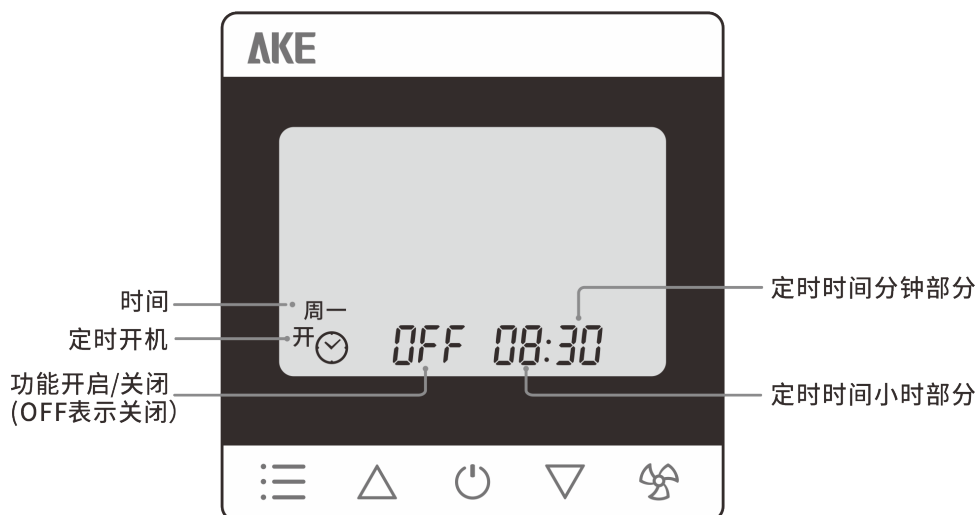
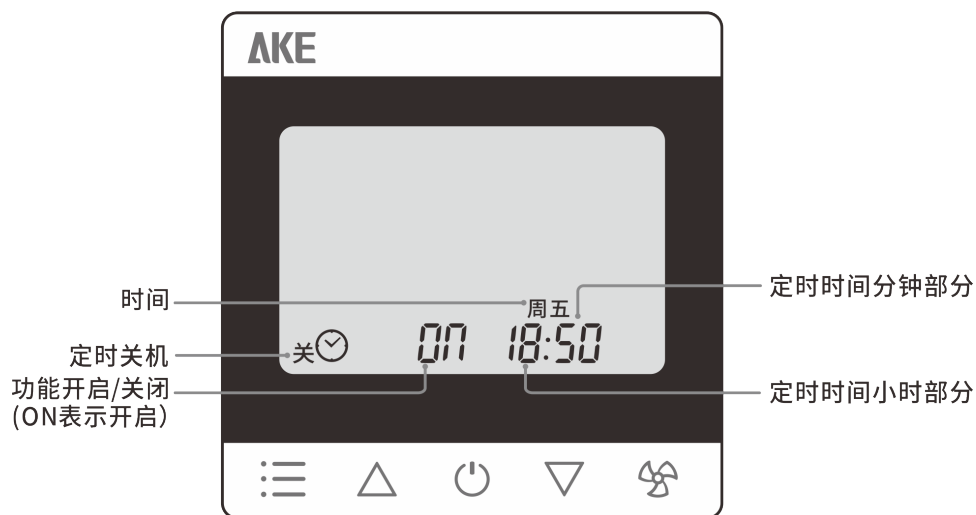

图 6-7 时间周一，定时开机，功能关闭（OFF），即周一 8 点 30 分采集器不会自动开机
图 6-8 时间周五，定时关机，功能打开（ON），即周五 18 点 50 分采集器会自动关机
E. 如图 6-7,表示:在周一,定时开机,功能关闭(OFF),即周一 8 点 30 分采集器不会自动开机。图 6-8,表示:周五,定时关机,功能打开(ON),即周五 18 点 50 分采集器会自动关机。